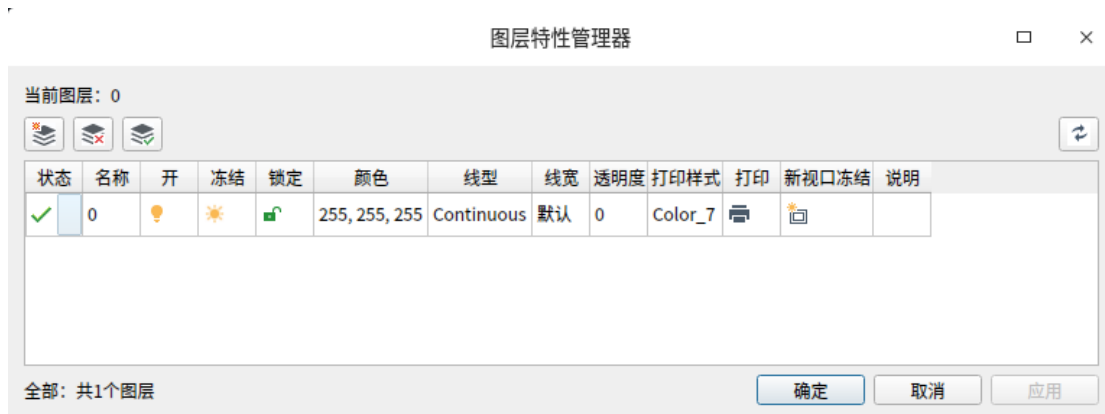

图 2-4-1 图层特性管理器
1) 每一个图形文件都至少有一个图层, 即缺省图层, 名称为“0”。浩辰 CAD 允许用户根据需求建立无限多个层, 并可以对每个层指定相应的名称、线性、颜色、线宽等, 也可以进行图层新建、切换、开/关、锁定、解冻等操作 (如图 2-4-1)。利用图层特性管理器, 可以方便地对图层进行管理。